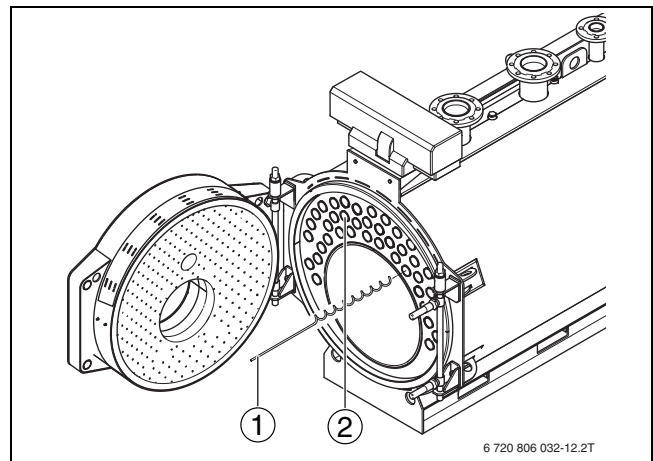

Fig. 32 Corectarea pretensionării turbulatoarelor
- ▶ Împingeți turbulatoarele (→ fig. 32, [1]) în țevile de încălzire după oprire [2].